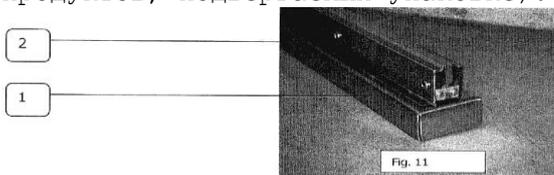

Рис. 11
3. Заменяйте электрические нагреватели (рис. 11, поз. 1), тефлоновую уплотнительную планку (рис. 11, поз. 2) и резиновые прокладки куполообразной крышки (рис. 10, поз. 2) через каждые 200 часов работы.